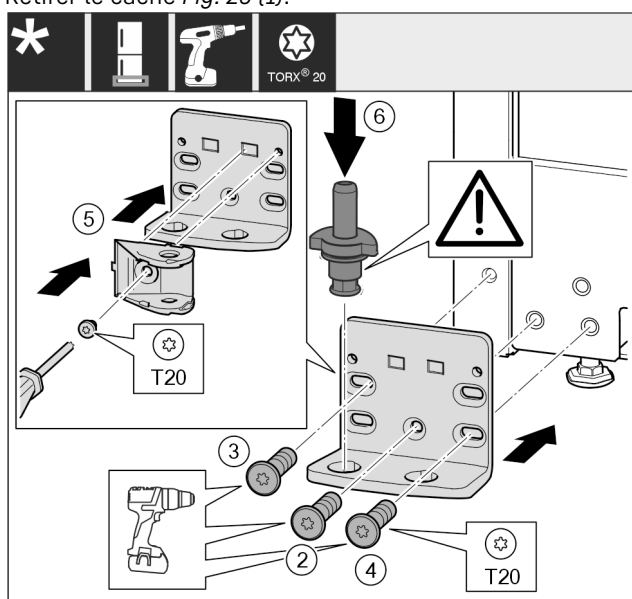

Fig. 24
- Placer le support de palier de l'autre côté et le visser avec un tournevis. Commencer par la vis Fig. 24 (2) en bas au milieu.
- Serrer la vis Fig. 24 (3) et la vis Fig. 24 (4).
- Tourner la liaison de l'amortisseur de fermeture Fig. 24 (5) de 180°. Le visser de l'autre côté du support de palier avec un tournevis.
- Insérer complètement l'axe de palier Fig. 24 (6). Veiller à ce que l'ergot soit orienté vers l'arrière.